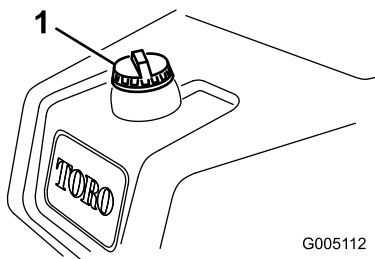

Рисунок 21
1. Очистите область вокруг крышки топливного бака и снимите крышку (Рисунок 21).